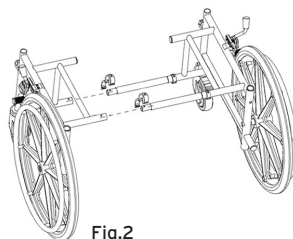

Fig.2
- Collegare la parte appena assemblata all'altro lato del telaio per mezzo degli stessi due tubi di fissaggio e di ulteriori due C-clip come descritto al punto precedente (Fig.2);